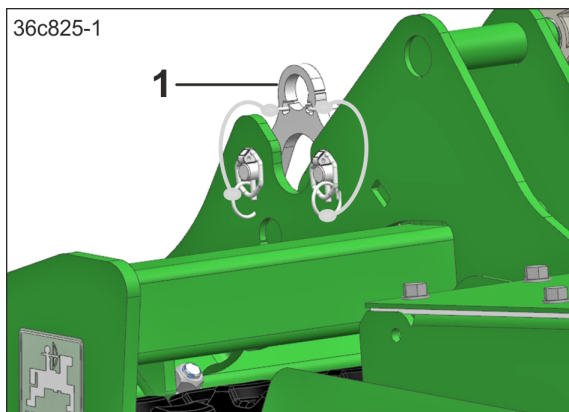

Fig. 140
14. Fixer les raccords de couplage (Fig. 140/1) au même endroit pour le stationnement et les bloquer.